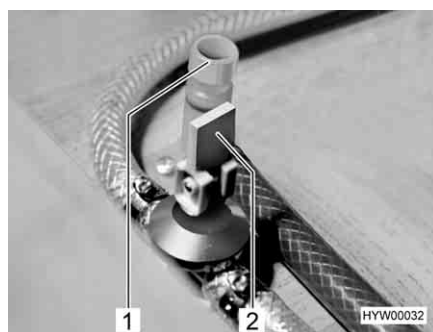

Fig. 179 Rubinetti di scarico
- Chiudere i rubinetti di scarico. Ruotare i coperchi (Fig. 179,1) in senso orario e posizionare la leva a bilanciere (Fig. 179,2) in posizione orizzontale.
- Aprire il rubinetto di scarico (Fig. 179). A questo scopo posizionare verticalmente la leva a bilanciere (Fig. 179,2).